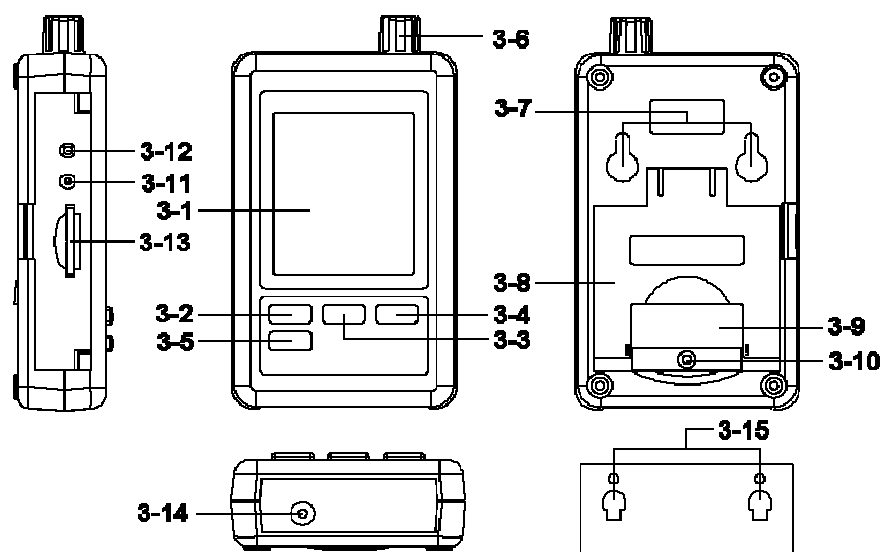

Fig.1
* Allentare la "Vite del coperchio della batteria" (3-10, Fig. 1) e togliere il "Coperchio della batteria" (3-9, Fig. 1) dal misuratore.
2) Il "Display" (3-1, Fig. 1) mostrerà tanto il valore dell'umidità come quello della temperatura rilevati dal sensore di Umidità / Temperatura (3-6, Fig. 1).
Prepari la memory card "SD" (da 1 GB fino a 16 GB, opzionale), inserisca la scheda SD nella "la fessura della scheda SD" (3-13, Fig. 1) seguendo la direzione corretta.
Prema il " tasto Logger (3-2, Fig. 1) > 2 secondi di seguito, fino a quando il display mostra l'indicatore "DATALOGGER"; rilascio il " Tasto Logger " (3-2, Fig.1), i dati della misurazione con l'informazione temporale si archivieranno nel circuito della memoria.
Durante l'esecuzione della funzione di Datalogger (il display mostra l'indicatore " Datalogger "), prema il " Tasto Logger " (3-2, Fig. 1) di seguito per due secondi, fino a quando l'indicatore del display " DATALOGGER " scompare; rilasci il " Tasto Logger" e la funzione di Datalogger terminerà.
Prema il " Tasto Time " (3-3, Fig. 1) > 2 secondi di seguito; il display LCD mostrerà l'informazione del Anno/Mese/Data, Ora/Minuto/Sec. e il valore della prova.
- 1) Dopo aver eseguito la funzione Data Logger, togliere la scheda SD dalla " fessura della scheda SD " (3-13, Fig. 1).
Quando non c'è la funzione di Datalogger, prema il "Tasto SET " (3-5, Fig. 1) per 2 secondi per accedere alla "Modalità di Configurazione"; quindi rilasci il " tasto SET" e di seguito prema il " tasto SET " (3-5, Fig. 1) una volta mentre appare la sequenza delle sette funzioni principali: